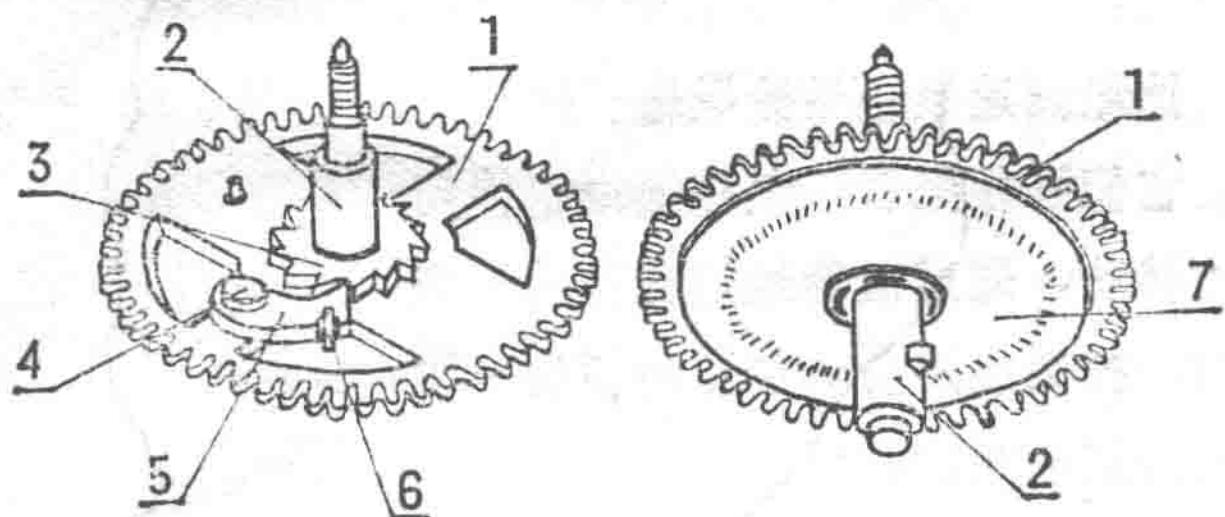

图 2-3 条轮
**条轮 (图 2-3):** 在条轴上, 有一个突出的钩, 它是用来钩住发条内端小孔的。在条轴的中部, 紧紧地铆着一只棘轮, 条轮片活动地套装在棘轮片下面的棘轮凸缘上, 它的下面有一个盘形压簧, 盘形压簧被棘轮凸缘端头的止口铆紧, 从而把条轮片压紧在棘轮背面, 有一个棘爪簧也同时固定在盘形压簧中。在条轮片上用铆钉活动地铆着一个棘爪, 棘爪